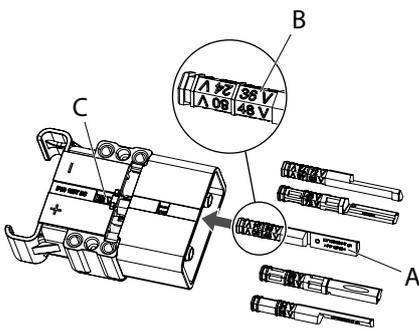

Abb. 20:
- Den Kodierstift (Abb. 20/A) für die benötigte Spannung so drehen, dass die Spannungsangabe nach oben zeigt.
- Für die Lade-/Fahrzeugstecker ist die Spannungsangabe am vorderen Teil des Kodierstifts maßgebend (Abb. 20/B).
- Die Spannungsangabe (B) auf dem Kodierstift muss nach dem Einsetzen im Gehäuseausschnitt (Abb. 20/C) sichtbar sein.
- Die Spannungsangabe (B) auf dem Kodierstift muss jetzt im Gehäuseausschnitt (C) sichtbar sein.